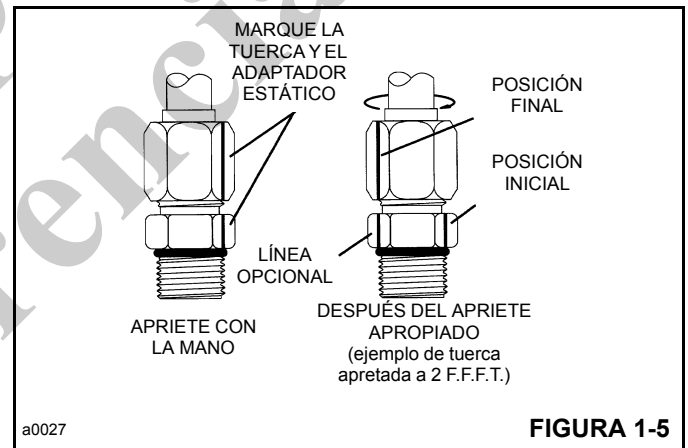

FIGURA 1-5
6. Opcional para el apriete futuro de la misma conexión: prolongue la línea desde la tuerca en su nueva ubicación hasta la parte hexagonal del adaptador estático o la lumbrera (Figura 1-5).